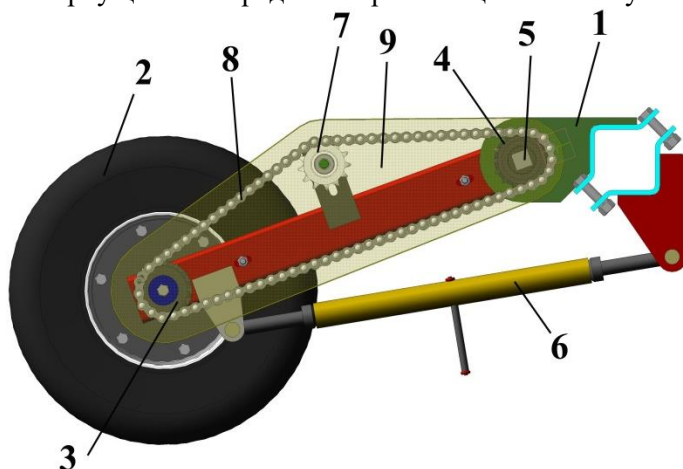

Рисунок 9 – Колёса опорно-приводные
3.9.1 Отрегулируйте глубину хода сошников. Для этого приподнимите машину навеской трактора и с помощью талрепа 6 (рисунок 9) опустите или поднимите опорно-приводные колёса.
Для регулировки шага посадки снимите защитное ограждение 9 с опорно-приводных колёс (рис. 9). С помощью натяжника 7 ослабьте натяжение цепи 8. Открутите болт и снимите сменную звёздочку 3. Установите звёздочку с нужным числом зубьев и затяните болт крепления. Натяните с помощью натяжника 7 приводную цепь 8 и установите защитное ограждение 9 на место. Возможный расчетный шаг посадки представлен в табл. 2.